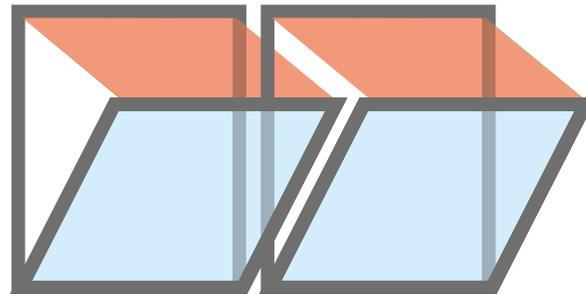

Bild 2
- Zusätzlich sind die Einbausituationen zu beachten, wie z.B. eng beieinander liegende gleichzeitig öffnende Fenster (Bild 2) oder..